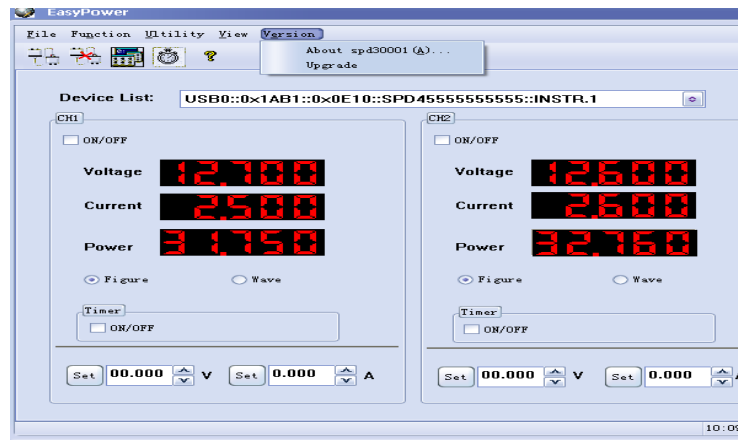

图 1
- (1) 确认连接好USB线缆，打开EasyPower软件，并确认与机器连接上。
- (2) 如图1所示，点击Version菜单上的Upgrade的子菜单，进入USB固件升级的对话框。